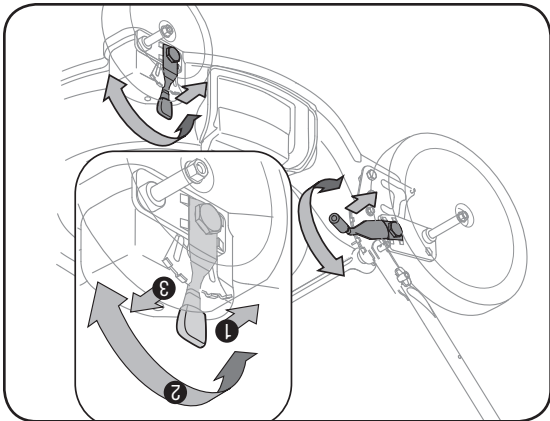

Figure 3-6
6. Un levier de réglage se trouve sur chacune des roues et permet de modifier la hauteur de coupe de la tondeuse. Pour changer la hauteur de coupe, poussez le levier de réglage des roues vers la roue et déplacez-le vers le haut ou le bas à la hauteur choisie. Voir la Figure 3-6.